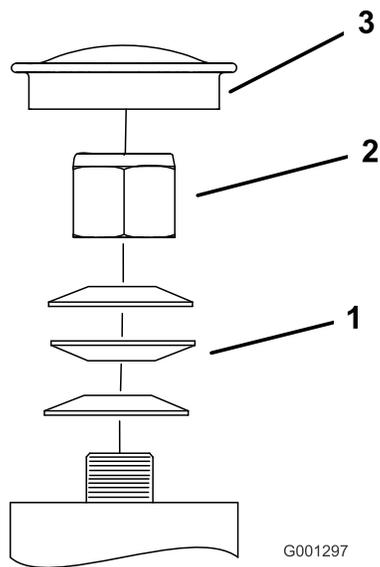

図 60
3. キャスタからダスト・キャップを外してロックナットを締め付ける (図 60)。
4. Tスプリング・ワッシャが平たくつぶれるまでロックナットを締め付け、その位置から 1/4 回転もどすと、ベアリングに対して適切な予負荷がかかる (図 60)。
重要 スプリング・ワッシャが 図 60 に示すように正しく取り付けられていることを確認する。
5. ダスト・キャップを取り付ける (図 60)。